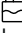

Afb. 9
- ◆ Druk op de vergrendelknop **24** van de afdekking van het reinigungsopzetstuk **23** van de kussenzuigmond **22** en neem de afdekking van het reinigungsopzetstuk **23** af (zie afb. 9).
- ◆ Plaats de afdekking van het reinigungsopzetstuk **23** op de kussenzuigmond **22** en schuif hem omlaag, tot de vergrendelknop **24** in de kussenzuigmond **22** vastklikt (zie afb. 9).